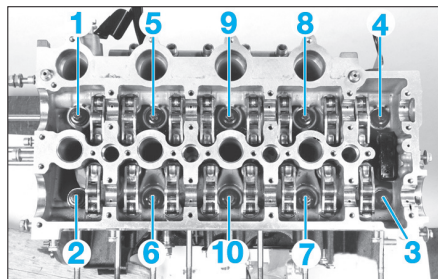

Fig. 64
- le galet tendeur (8),
- les vis (9) et (10),
- les vis de culasse dans l'ordre indiqué (Fig.64),